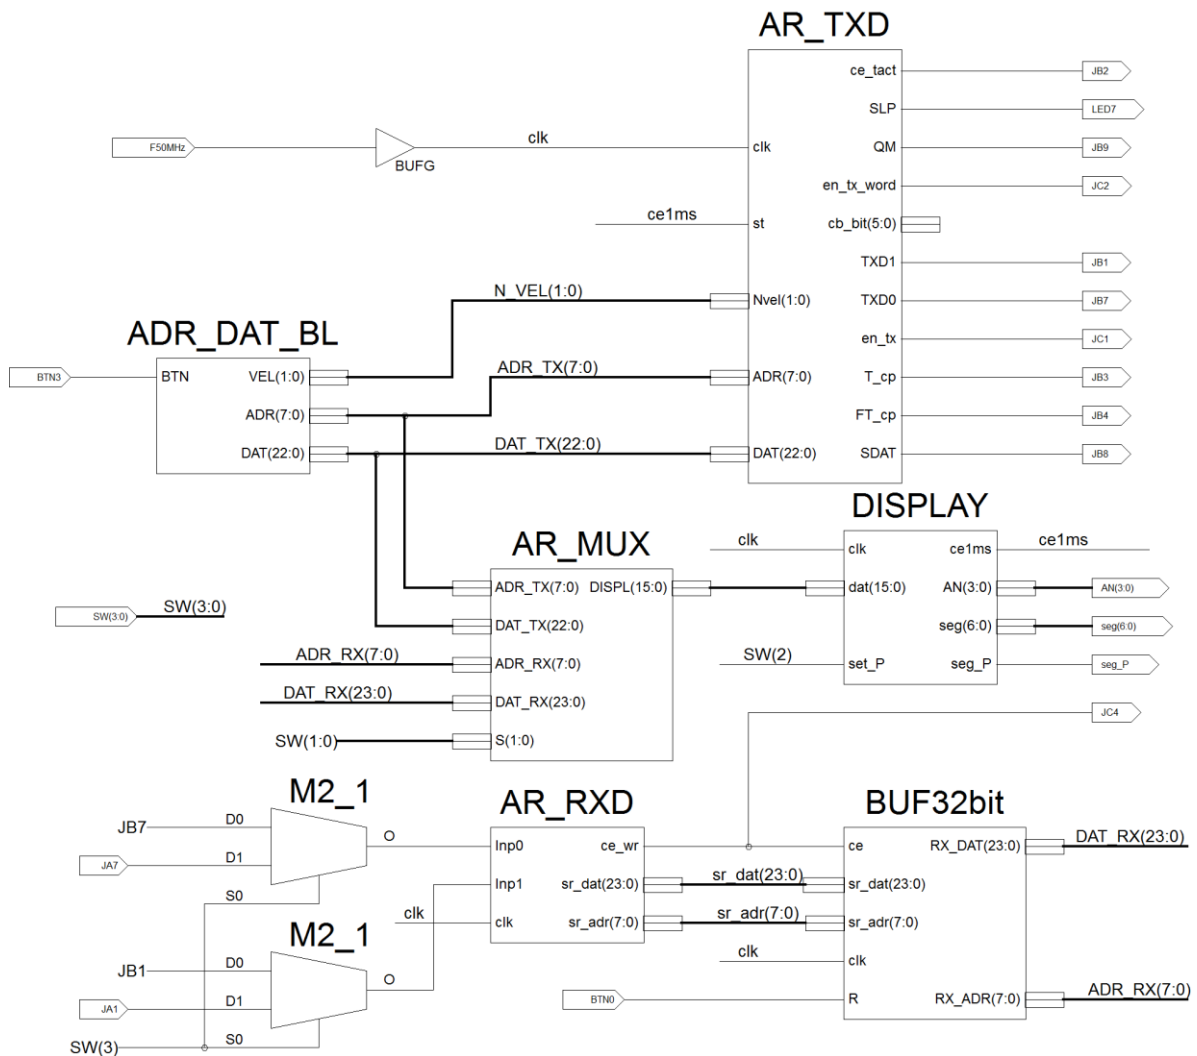

Рис.6 Пример схемы S\_Sch\_Lab405AD для сдачи работы
**3.1** Составить схему S\_Sch\_Lab405AD. Пример такой схемы приведен на рис.6. В состав схемы должны входить: